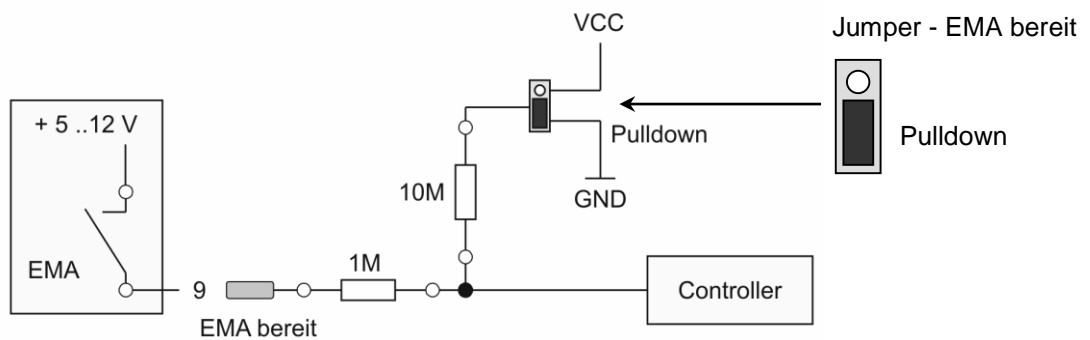

Abb. 6.23: EMA – EMA bereit, Anschlussplan "Spannung"
- a) Spannung (*Abbildung 6.23*)